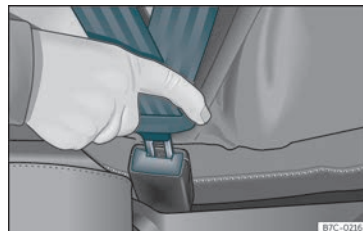

Fig. 8 Inserir a lingueta do cinto de segurança no fecho correspondente.
- Encaixe a lingueta no fecho do respetivo banco »» **Fig. 8.**